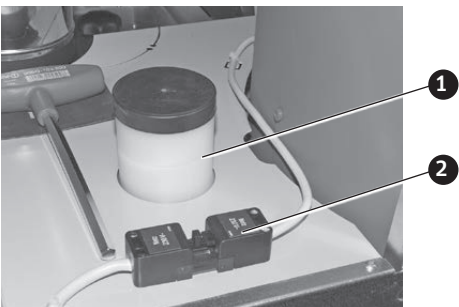

Fig. 111 Remplir le réservoir d'eau
- ▶ Retirer le bouchon du réservoir d'eau et faire l'appoint – Fig. 111.